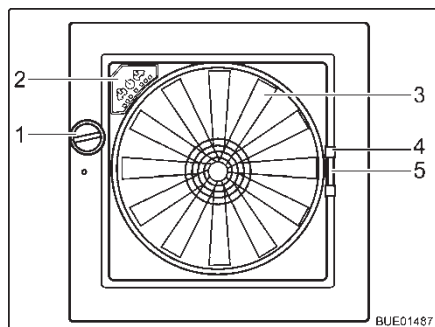

Fig. 85 Lanterneau Omni-Vent
- Ouvrir :** ■ Tourner le bouton rotatif (Fig. 85,1) jusqu'à ce que l'angle d'ouverture désiré soit atteint.
- Fermer :** ■ Tourner le bouton rotatif (Fig. 85,1) jusqu'à ce que le lanterneau soit entièrement fermé.
- Fermer :** ■ Tirer la moustiquaire par la poignée (Fig. 85,4) vers le côté de cadre opposé.
- Fermer :** ■ Presser la poignée (Fig. 85,5) du dispositif occultant.
**Ventilateur** Quand le lanterneau est ouvert, l'espace intérieur peut être ventilé et aéré avec un ventilateur à 6 niveaux de puissance (Fig. 85,3). La commande du ventilateur s'effectue sur son panneau de commande (Fig. 85,2).